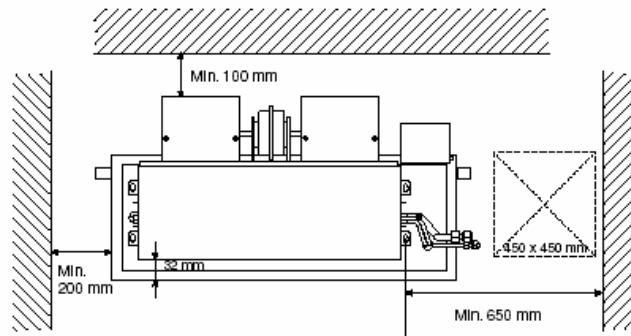

Fig. 6
- Reportez vous à la figure 6 pour connaître les dégagements minimums pour l'installation et la maintenance.